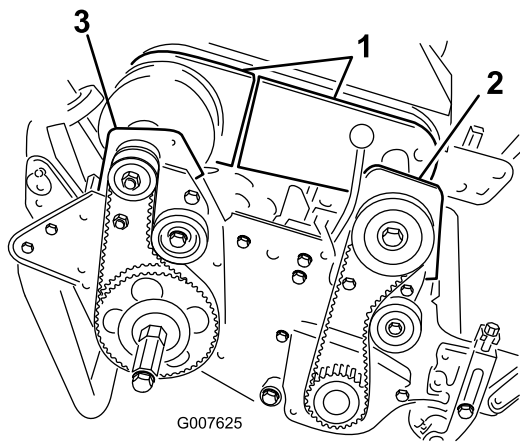

Figure 42
4. Retirez les vis de fixation des sections avant et arrière du couvercle du différentiel sur le boîtier du différentiel et enlevez les sections pour exposer la courroie (Figure 42).
6. Retirez les 2 boulons et contre-écrous de fixation du carter d'embrayage avant à la plaque latérale (Figure 42).
8. Retirez les 2 boulons et contre-écrous de fixation du logement de roulement arrière droit à la plaque latérale (Figure 42).